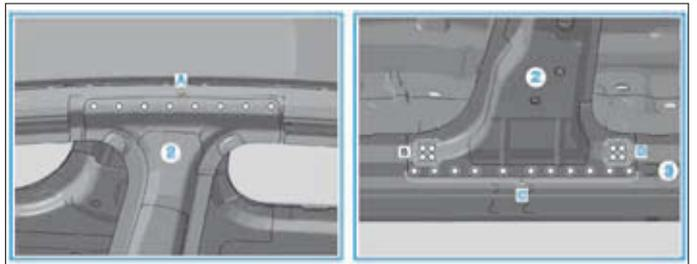

FIG. 82
- Percer sur le montant B (2) et le longeron latéral (3) des trous de rivet de Ø 6,7 mm dans les zones (A, B, C et D) (Fig.82).
- Déposer le montant B (2) et le longeron latéral (3).